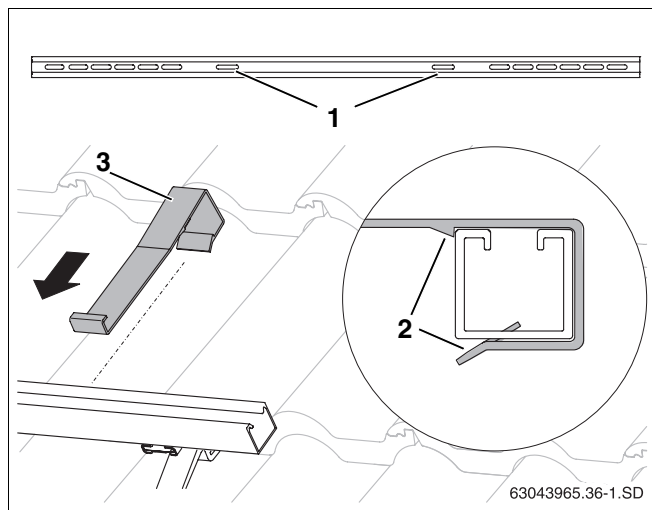

Fig. 34 Agganciare la sicurezza antiscivolamento
- Infilare le sicurezze anti scivolamento (fig. 34, **pos. 3**) nei vari fori oblunghi interni (fig. 34, **pos. 1**), sulle guide profilate finché tali sicurezze non si aggancino in posizione (fig. 34, **pos. 2**).